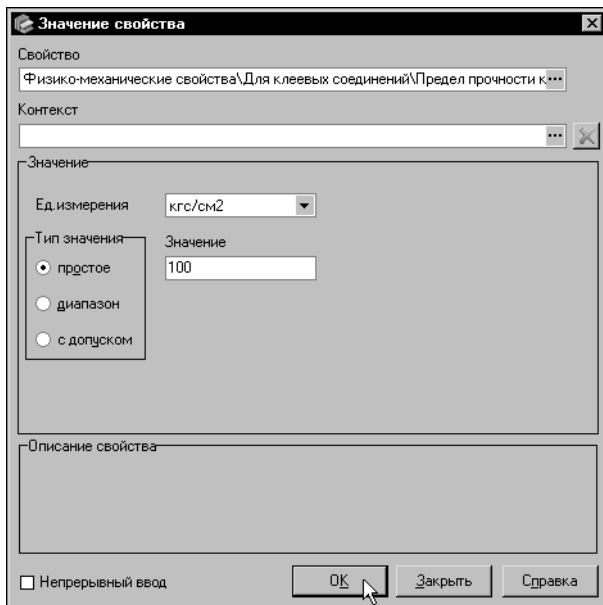

Рис. 6.80. Диалог **Значение свойства**
13. Для завершения создания свойства нажмите кнопку **ОК** (рис. 6.80).